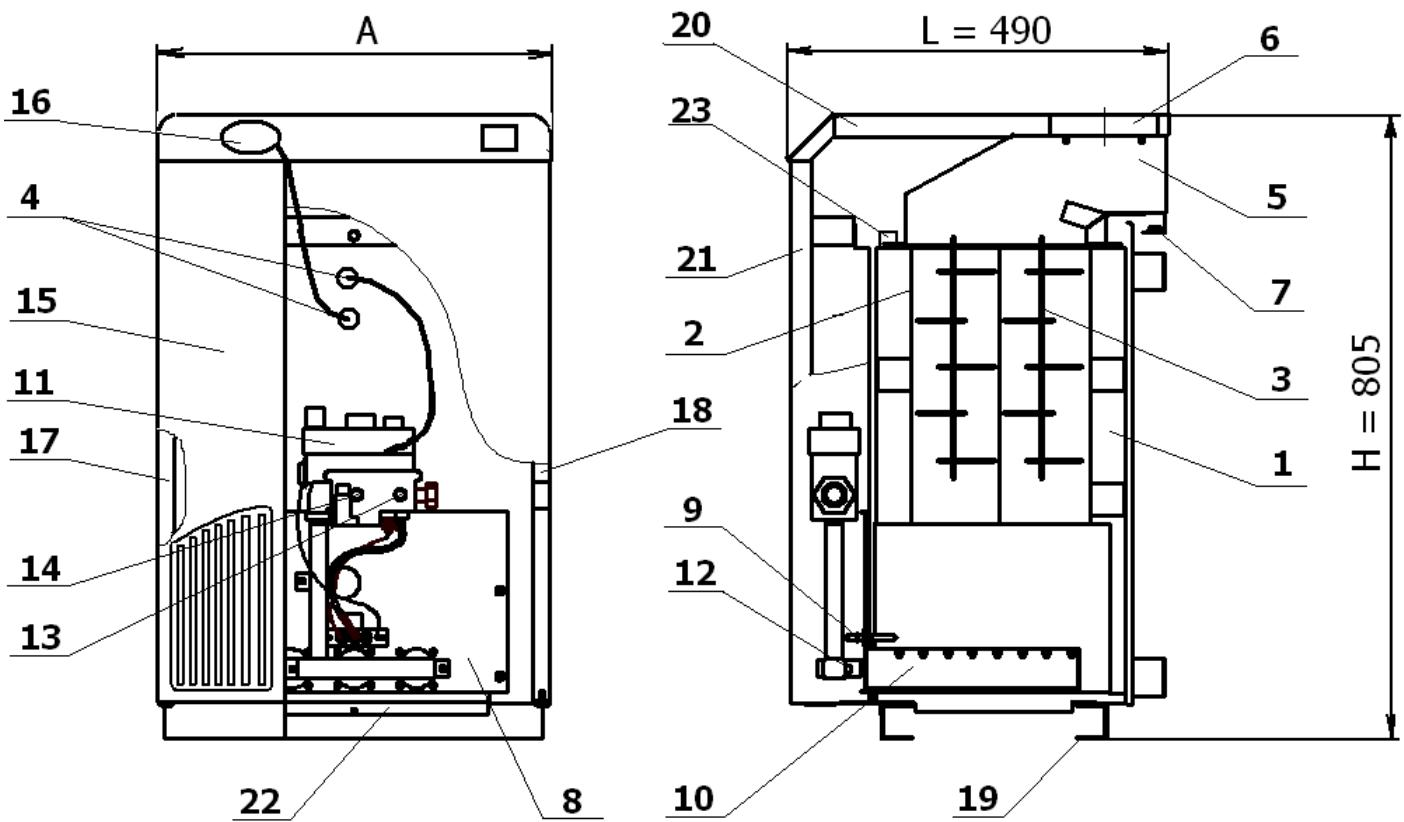

Рисунок 1. Котел отопительный стальной АОГВ-25КСС/КСВС и АОГВ-30КСС/КСВС.
6.2.7 Проверить давление газа на входе в газовый клапан через штуцер (поз.13 рис.1) при помощи манометра. Давление газа должно быть не более 1600 Па (160 мм.вод.ст.) и не менее 640 Па (64 мм.вод.ст.).
6.2.11 Закрыть дверцу котла (поз.21, рис.1).
- открыть дверцу котла(поз.21, рис.1);
7.2.3 Закрыть дверцу котла (поз.21, рис.1).